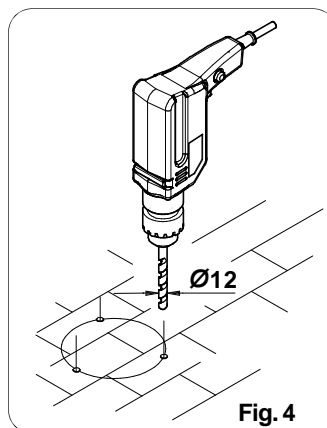

Fig. 4
- Après avoir effectué le tracé, percer avec un foret de 12 mm, (fig. 4).